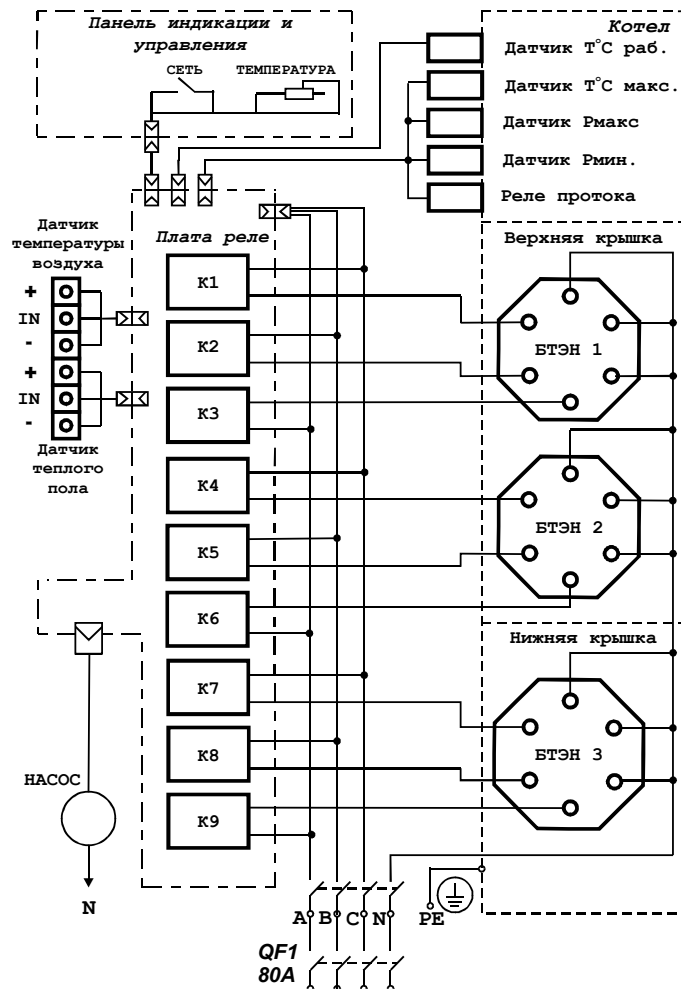

Рис. 5 Схема подключения
6.1.9. Подключение прибора к электрической сети производится только через внешний автоматический выключатель QF1 с номинальным током (In) 80А в соответствии с Рис. 5.